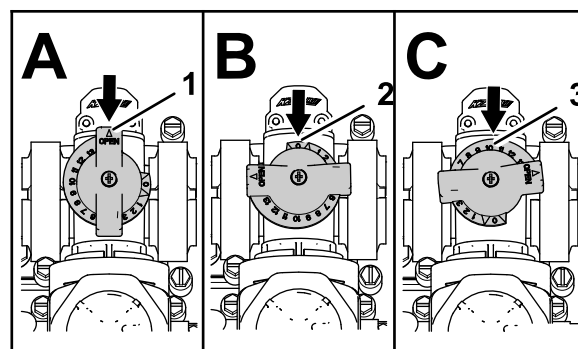

Рисунок 19
- Перепускной клапан перемешивания находится в полностью открытом положении, как показано на Рисунок 19А.
- Перепускной клапан перемешивания находится в закрытом (0) положении, как показано на Рисунок 19В.
- Перепускной клапан перемешивания находится в промежуточном положении (отрегулированном в соответствии с показаниями манометра системы опрыскивателя), как показано на Рисунок 19С.